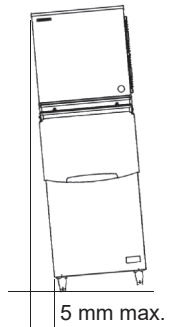

Fig. 2
- * Ajustez le niveau de l'unité de distribution/du bac de stockage de glaçons dans les axes gauche/droite et avant/arrière. Si vous utilisez le bac de stockage de glaçons, ajustez ses pieds afin de les mettre à niveau. Voir fig. 2.